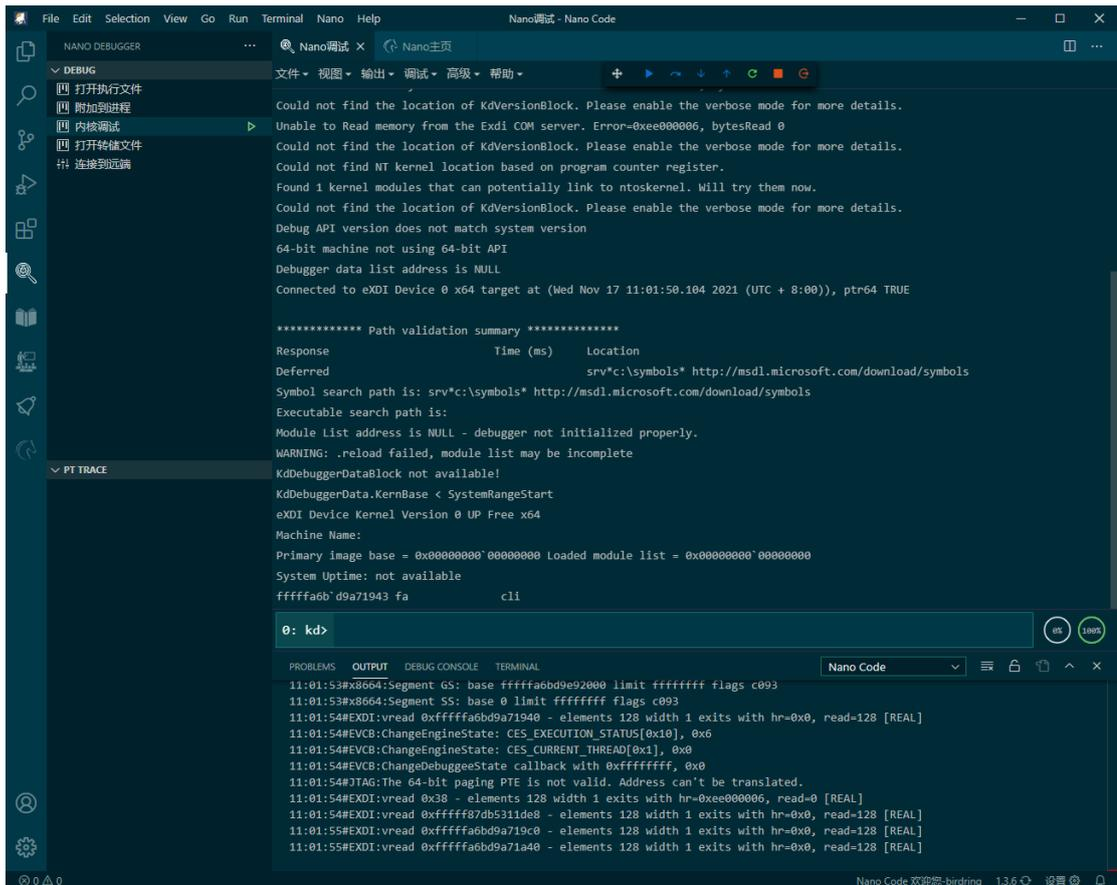

图 5.5 GDK7 成功被断开时调试主机端 Nano 调试的反应
2. 等待 [暂停] (鼠标放在上面会提示中断 F6); 当出现图 5.5 的画面时代表 GDK7 已经成功的被断开, 此时 GDK7 仍然处于开机状态, 但键盘鼠标失灵。